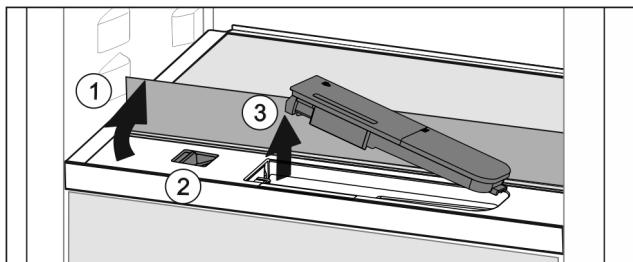

Fig. 104
- Nadvihnite sklenú dosku a až na doraz ju sklopte dozadu Fig. 104 (1).
- Potlačte posúvač Fig. 104 (2) dolava.
- Vyberte nádržku na vodu Fig. 104 (3).